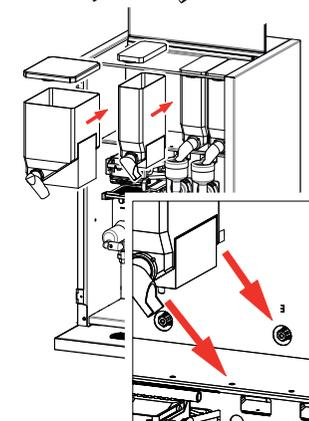

Fig. 28
3. Plaats de canister(s) weer in de juiste volgorde terug. Let op dat de aandrijfbus van de canister over het tandwiel in de achterwand valt en dat het fixeermokje onder de uitloop in het plaatwerk valt (fig. 28).